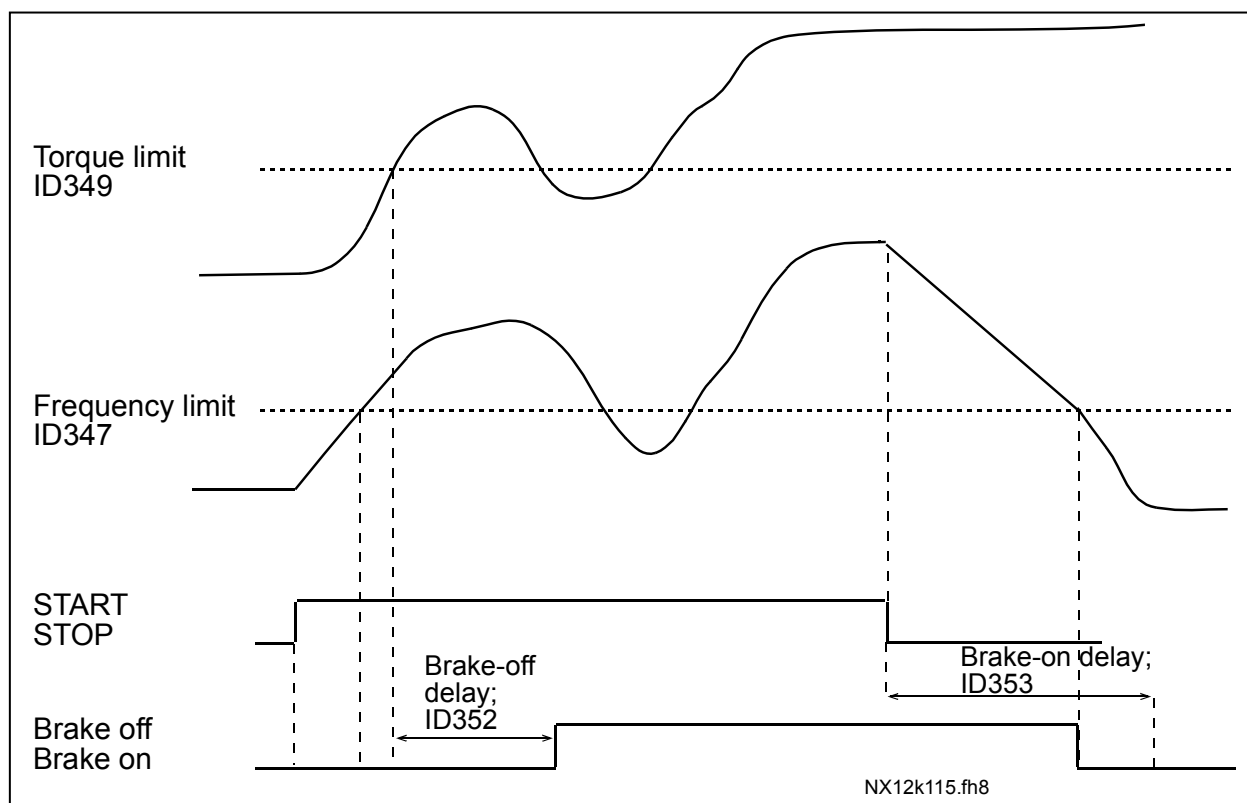

Figure 9-1. 추가 제한있는 제동 제어
ID315, ID316, ID346 에서 ID349 - ID352/ID353 를 통하여 추가 제동에 사용되는 외부 제동을 제어할 수 있습니다. On/Off 제어 선택, 주파수 및 토크 한계와 제동-On/-Off 지연은 효과적인 제동 제어를 가능 하게 합니다. Figure 9-1 참조.
**주의 :** 폴트나 정지 상태에서 제동은 지연 없이 즉시 닫힙니다. Figure 9-1 을 참조하십시오